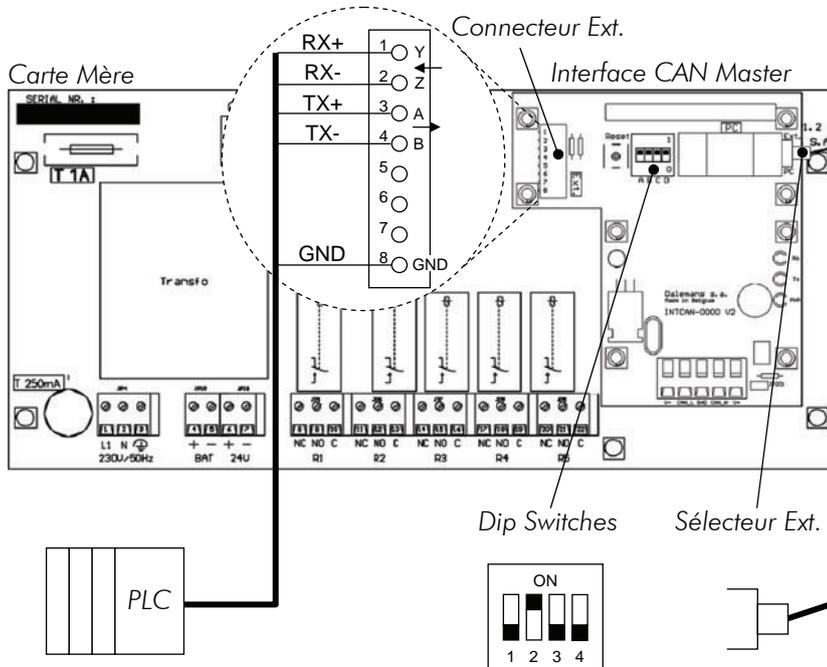

Fig. 54
- A l'autre bout du câble, raccorder les bornes 1, 2, 3, 4 et 8 du connecteur *Ext* de la carte *Interface CAN Master* (Fig. 54).